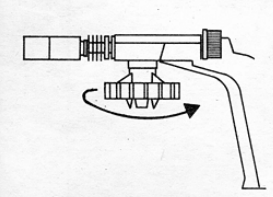

fig 4
3. Introduire les quatre griffes (e) de la rondelle (f) dans la coupelle de la cartouche CV 470 (g) (fig. 4).